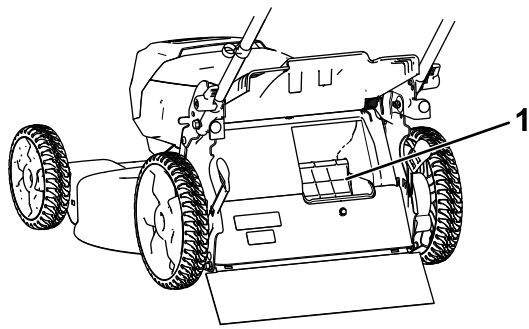

Figure 15
**Important:** Pour que le ramassage s'effectue correctement, enlevez les déchets d'herbe et autres qui se trouvent sur le volet de ramassage sur demande et l'ouverture (Figure 15) avant de changer la position du levier de ramassage sur demande.